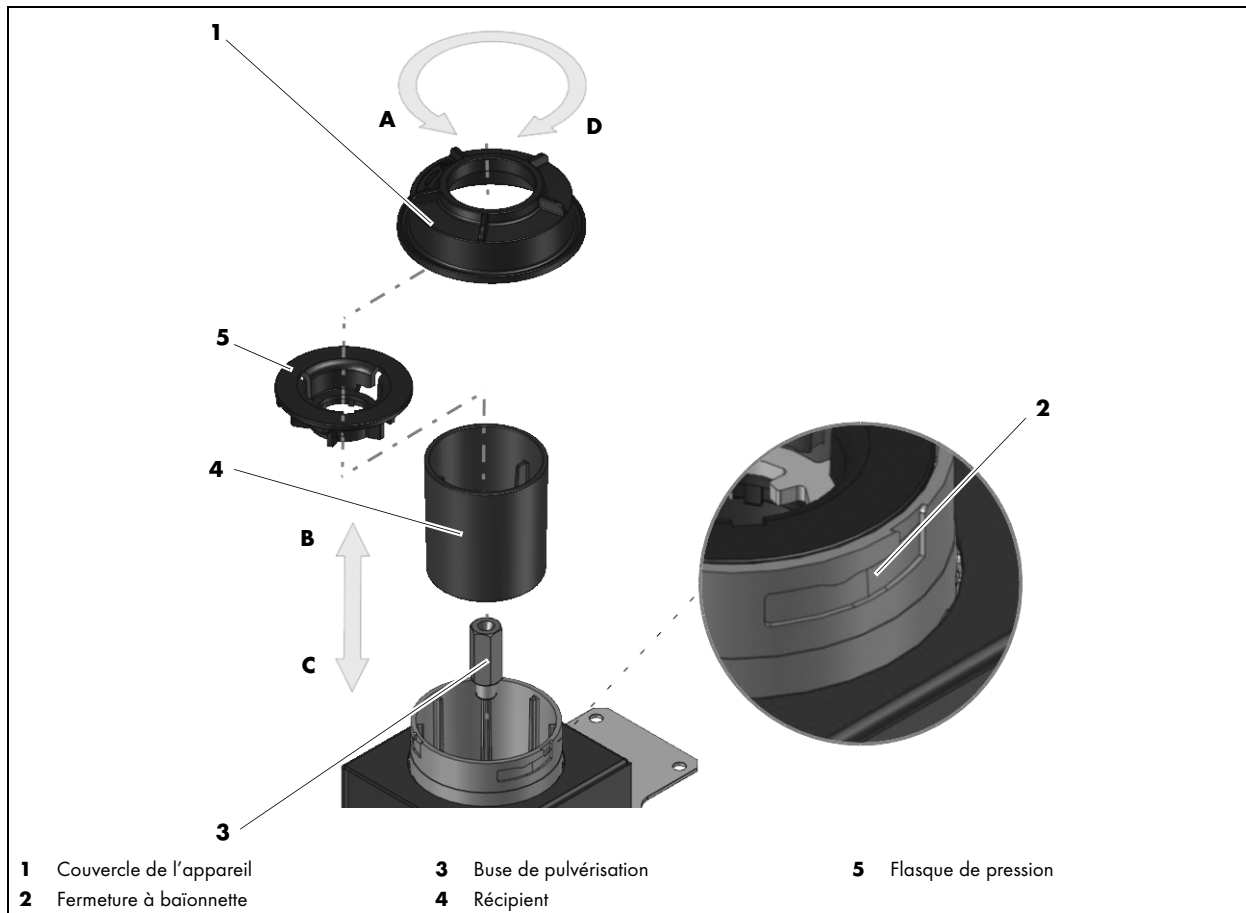

Fig. 10 Maintenance et nettoyage
⇒ Fig. 10 Maintenance et nettoyage à la page FR-18
<ul style="list-style-type: none"> • Couvercle de l'appareil desserré 	<ul style="list-style-type: none"> • Vérifiez le serrage du couvercle de l'appareil (1) et resserrez-le si nécessaire <ul style="list-style-type: none"> ⇒ Fig. 10 Maintenance et nettoyage à la page FR-18